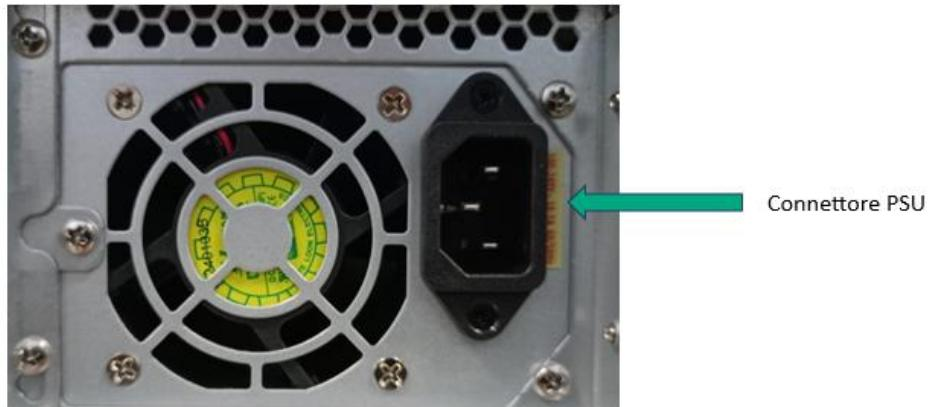

Figura 6
5. Collegare il cavo di alimentazione sul connettore PSU identificato in **figura 6**